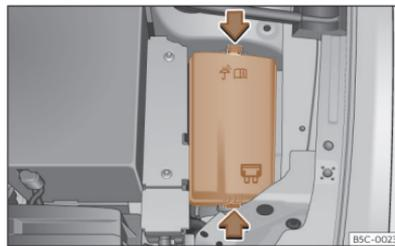

Fig. 204 En el vano motor: tapa de la caja de fusibles.
- Presione las pestañas de bloqueo para desbloquear la tapa de la caja de fusibles >>> **fig. 204**.